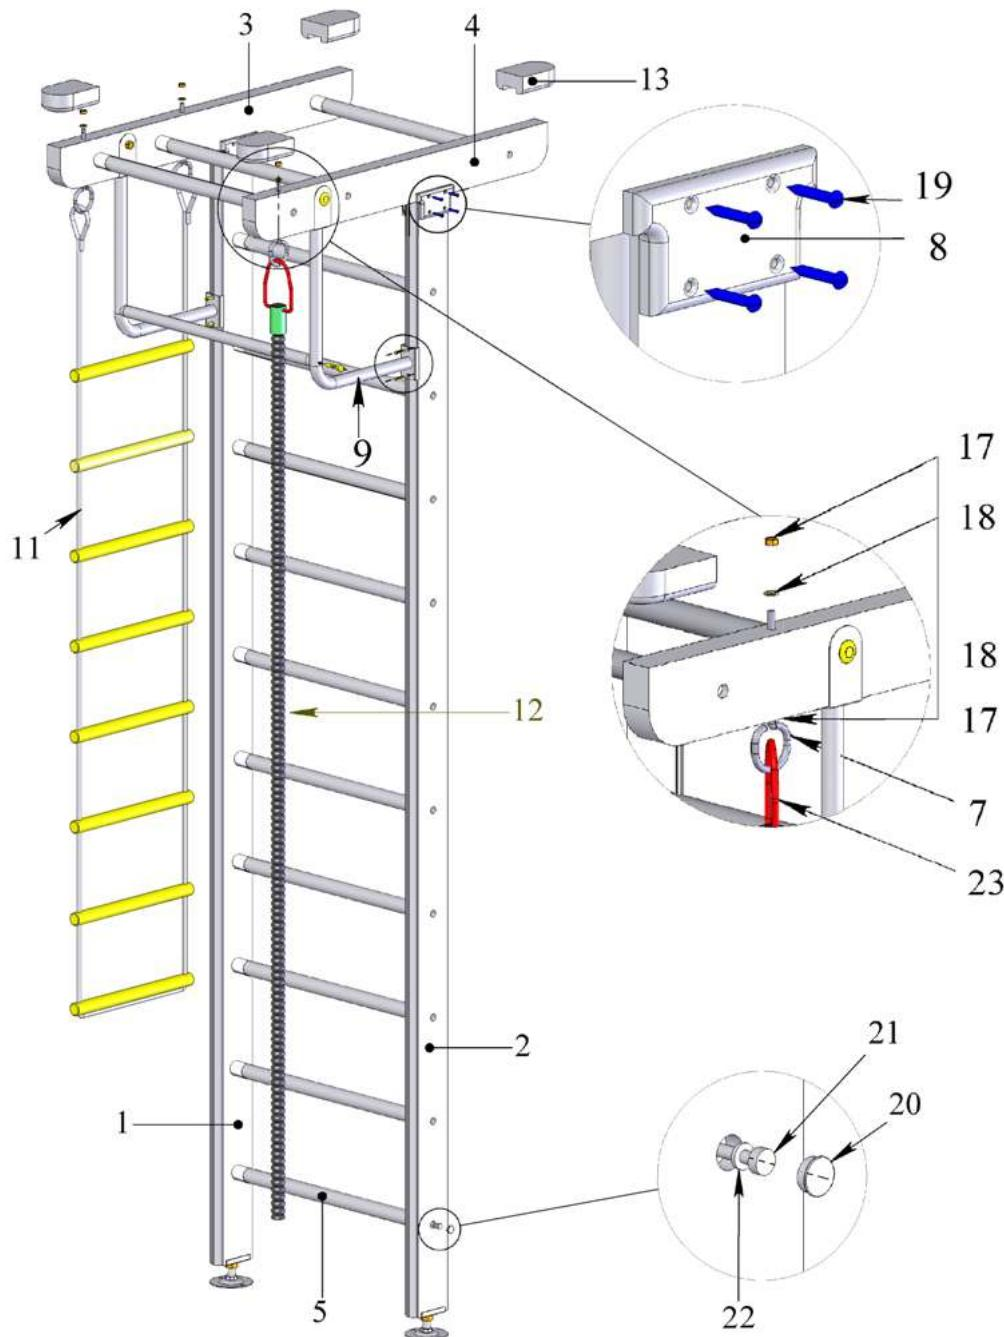

рисунок 1
5.14. Через отверстия в верхних кронштейнах Турника (Рис.1) разметить и просверлить в рамках отверстия диаметром 10 мм